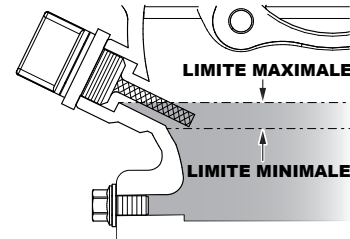

Figure 11. Jauge d'huile du moteur (niveau d'huile)
4. Si le niveau d'huile est bas (Figure 11), remplir jusqu'au bord du trou de remplissage d'huile avec le type d'huile recommandé (Tableau 5). La capacité d'huile maximale est de 1,16 pintes (1,1 L).